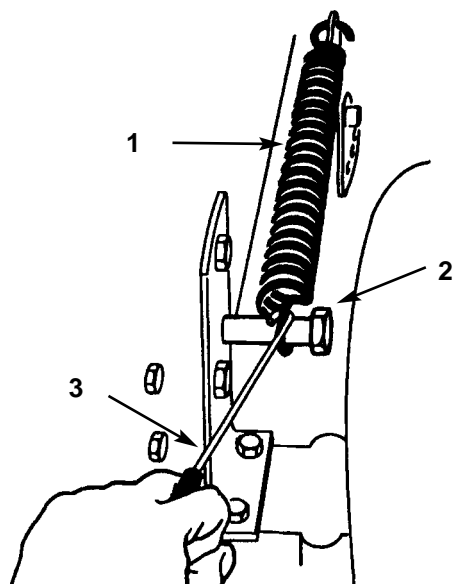

Figure 39
4. Enlever le ressort compensateur de hauteur de coupe du boulon de retenue (Fig. 39) à l'aide de l'outil spécial fourni avec la machine. Le ressort se trouve entre le châssis et la roue arrière droite.
13. Placer le levier de hauteur de coupe (relevage des unités de coupe) dans l'encoche "D". Accrocher le ressort compensateur au boulon de retenue pour le ranger (Fig. 39).
15. Accrocher le ressort de compensation à l'écrou de retenue (Fig. 39) à l'aide de l'outil spécial fourni avec la machine.